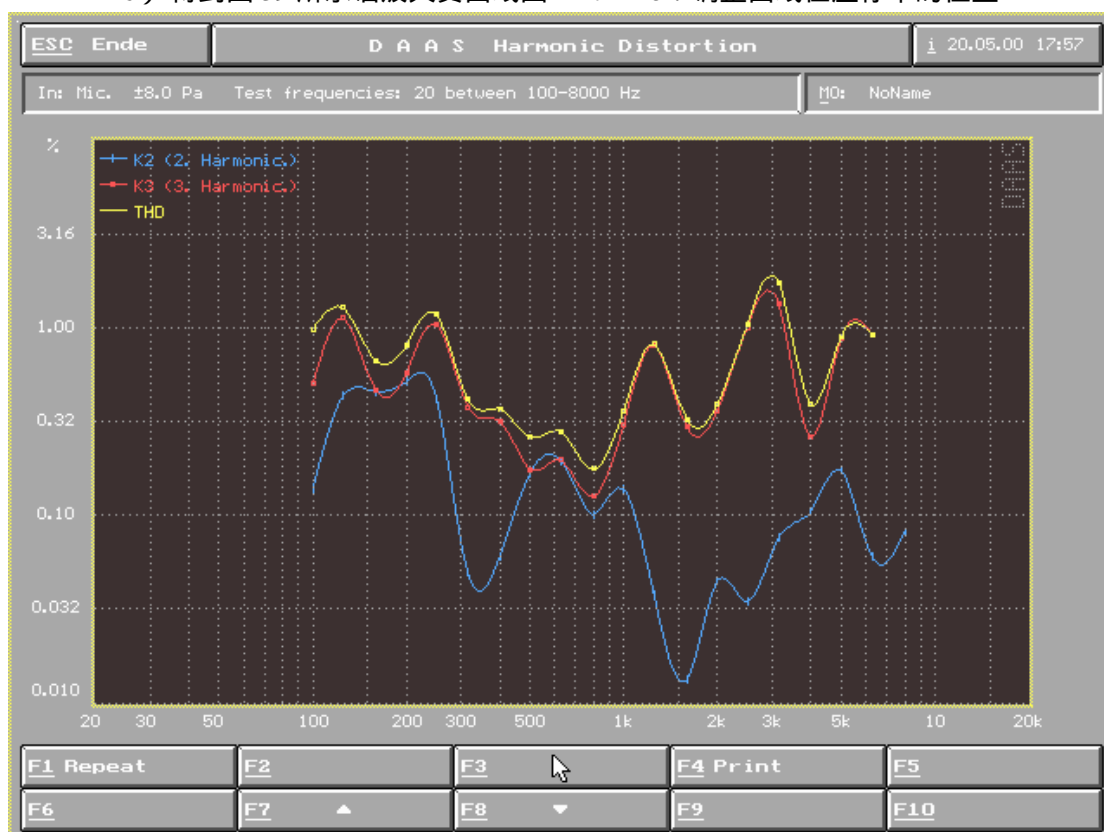

图 39
6) 得到图 39 所示谐波失真曲线图 F7 F8: 调整曲线在座标中的位置